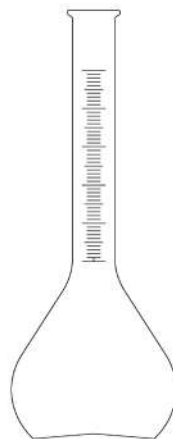

Рис. 159. Колба с
3. **Колба с градуированным горлом** (рис. 159) удобна для приготовления растворов двух жидкостей с точно известными объемами, когда надо измерить уменьшение или увеличение общего объема смеси жидкостей после их растворения.